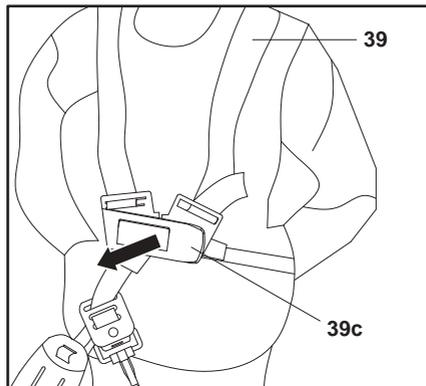

Fig. 28
8. En caso de emergencia, sujete el agarre de espuma delantero (8) con la mano derecha y utilice la mano izquierda para abrir la palanca de liberación rápida (39c) tirando de ella. El arnés (39) se soltará automáticamente del cuerpo debido al peso del producto (Fig. 28).